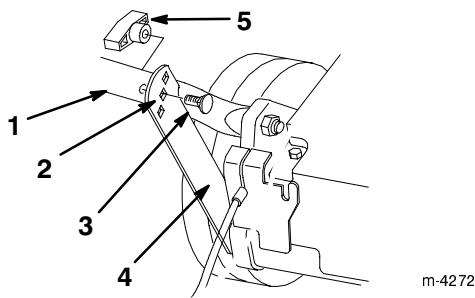

Figure 2
1. Enlevez les quatre boulons et boutons de la partie inférieure du mancheron (deux boulons à chapeau plat et deux à chapeau profilé pour s'adapter au mancheron) (Fig. 2).
2. Rabattez la partie inférieure du mancheron en arrière et redressez les supports pour les aligner avec les trous du mancheron (Fig. 2).
3. Fixez le mancheron aux supports à l'aide des deux boulons plats et des deux boutons, en choisissant les trous de réglage de hauteur les mieux adaptés à votre taille (Fig. 2).